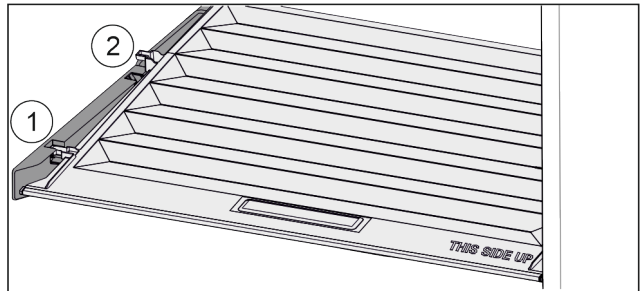

Fig. 104
- Tirer le couvercle vers l'avant jusqu'à dans l'orifice des pièces de retenue Fig. 104 (1).
- Le soulever par le bas à l'arrière et le sortir par le haut Fig. 104 (2).